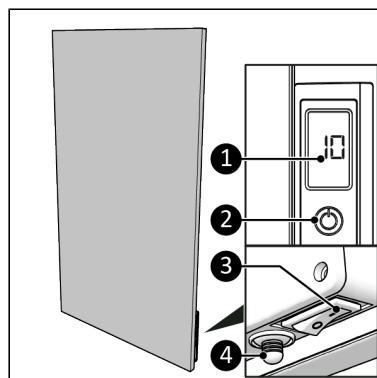

Figure 134.
- Setați comutatorul ON/OFF în poziția ON (Figure 134, poz. 3).
- Apăsați butonul ON/OFF de pe panoul de control (Figure 134, poz. 2) sau de pe telecomandă.
- Afișajul (Figure 134, poz. 1) va arăta mai întâi temperatura setată timp de 3 secunde, urmată de temperatura ambientală.